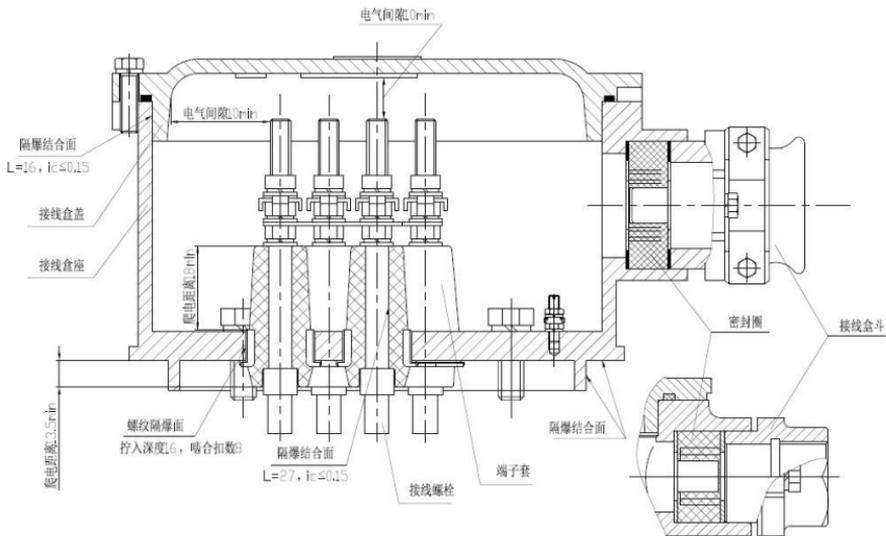

图 2 接线盒结构
**5.3** 本系列电动机主体结构见图 1,接线盒结构见图 2。